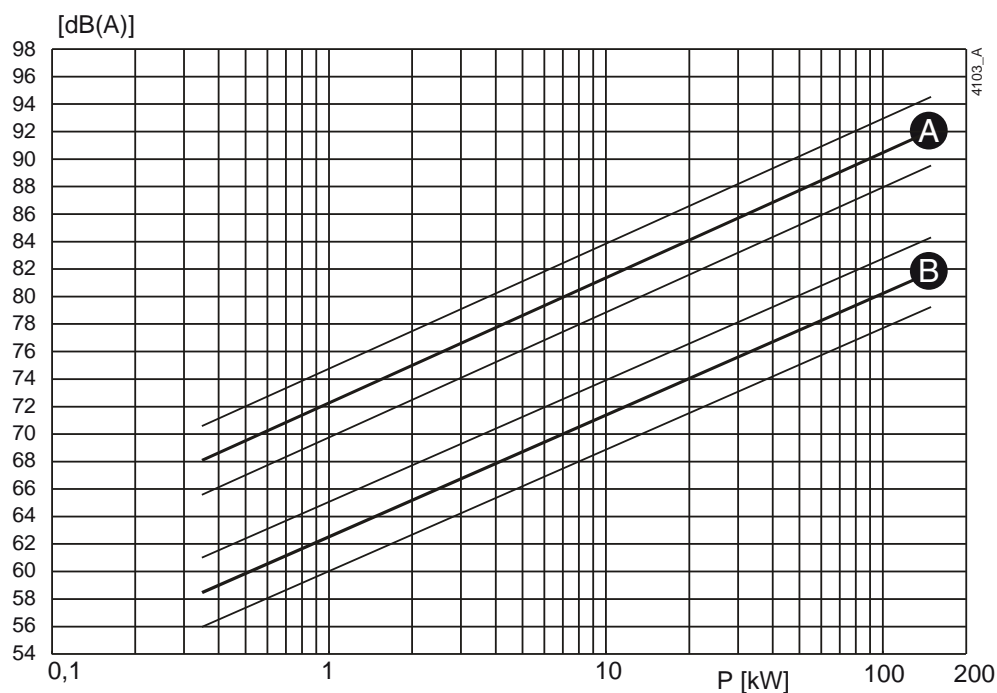
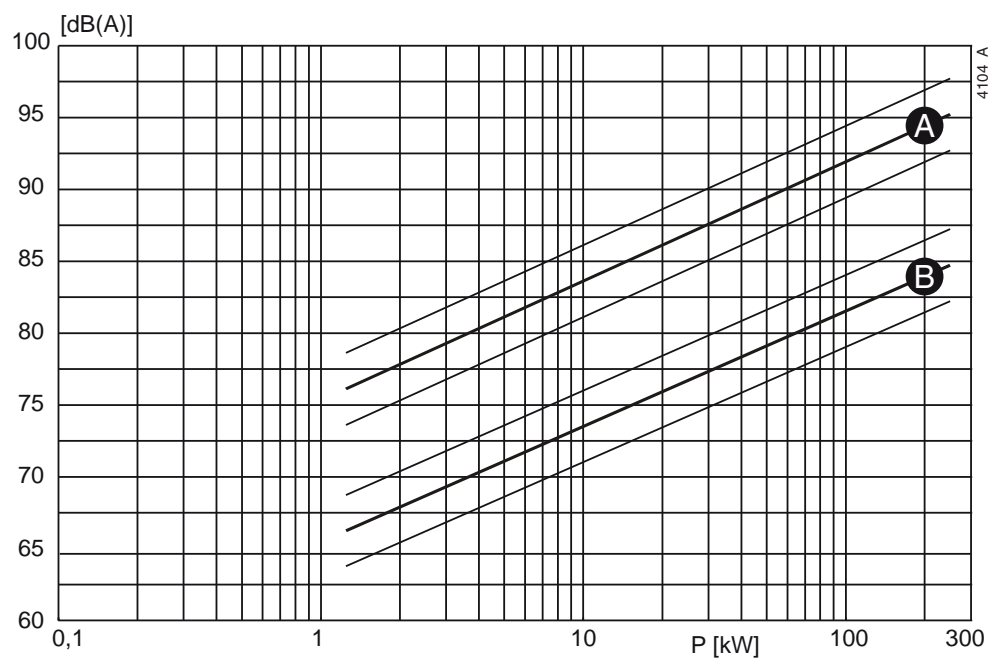

Рисунок 20. Зависимость уровня шума от мощности насоса [кВт] при 1450 об/мин.
Рисунок 21. Зависимость уровня шума от мощности насоса [кВт] при 2900 об/мин
- 1 Определите уровень шума ( $L1$ ) насоса, см. рисунок 20 или рисунок 21.